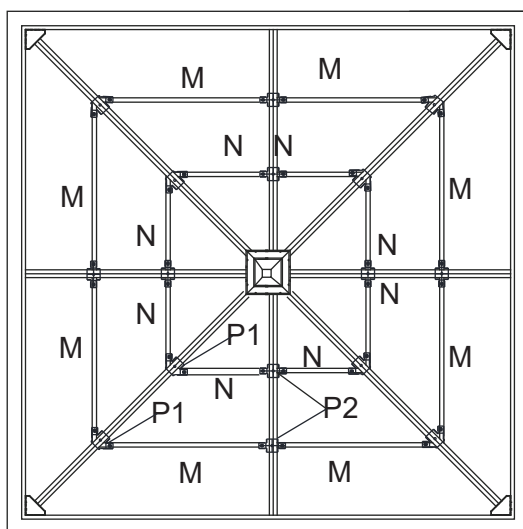

Figure 9-5
9.5 . Répéter l'opération pour tous les côtés. Serrer tous les boulons. Voir figure 9-5.